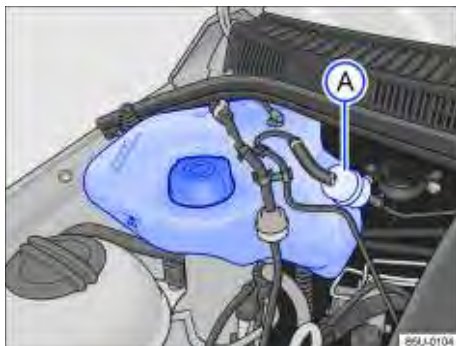
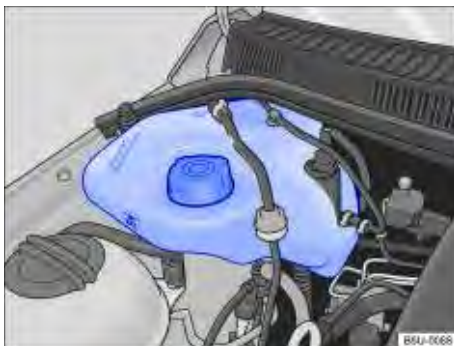

Fig. 130 No compartimento do motor: reservatório de gasolina para o sistema de partida a frio para motores 1.0.
Fig. 131 No compartimento do motor: reservatório de gasolina para o sistema de partida a frio para motores 1.6.
O reservatório de gasolina do sistema de partida a frio encontra-se no compartimento do motor, no lado direito ⇒ Fig. 130 ou ⇒ Fig. 131.
Para os veículos com motor 1.0, o filtro do reservatório de gasolina do sistema de partida a frio ⇒ Fig. 130 (A) deve ser trocado de acordo com os intervalos de manutenção indicados no ⇒ caderno *Manutenção e garantia*.
- Nunca ultrapassar a marca “MAX” indicada no reservatório ⇒ Fig. 130 ou ⇒ Fig. 131.